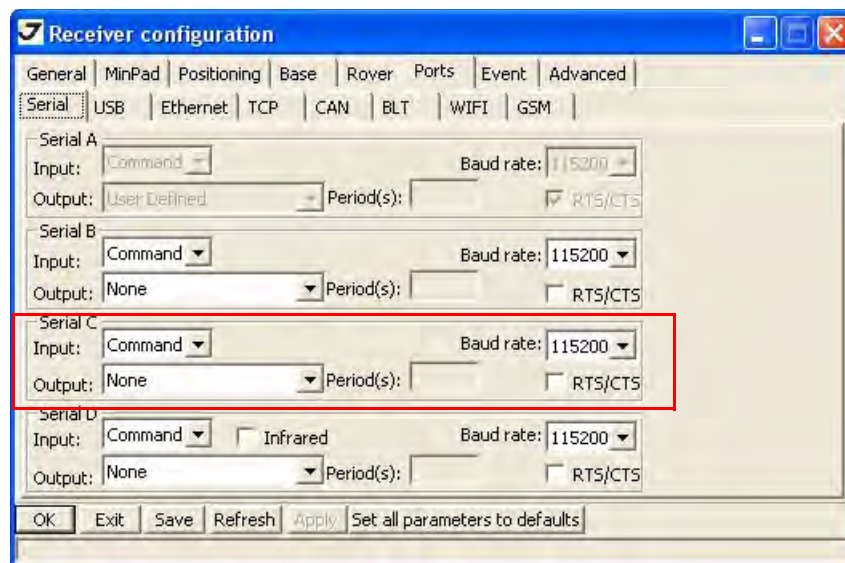

Рисунок 3-19. Настройки базы и ровера для RTK съемки – Ports
10. Для съемки в режиме RTK перейдите в закладку *Ports* произведите настройки следующих параметров (Табл. 7), затем нажмите *Apply* (Рисунок 3-19 на стр. 59).